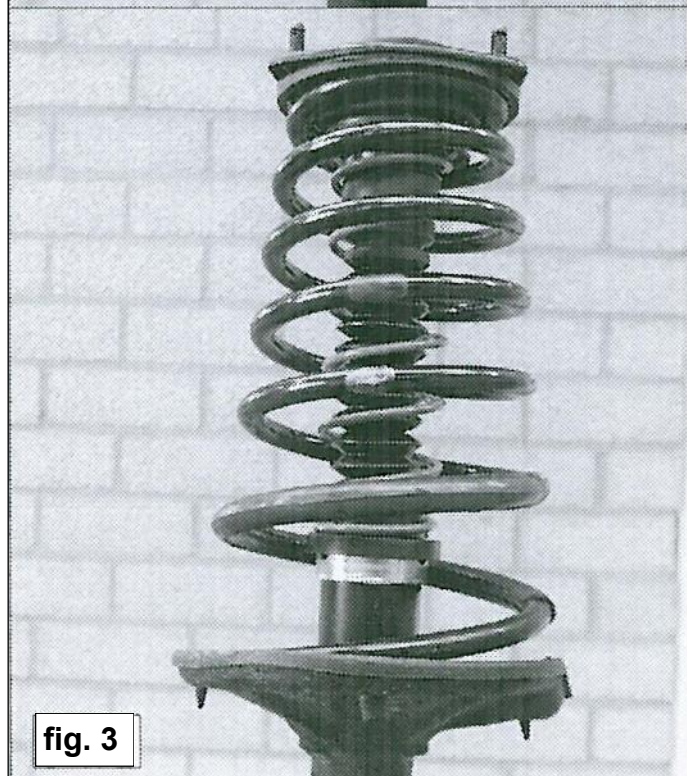

fig. 3
5. Sluit de hulpveerkit op, door de hoofdveerschotel te monteren, zie fig.3 .
5. Now fit the main spring seat on top. See fig. 3.
5. Schließen Sie den Hilfsfedersatz ein, indem Sie den Hauptfederteller montieren. siehe Abb. 3.
5. Fermez le kit de fixation du ressort de renfort en montant la coupelle du ressort principal, voir fig. 3.